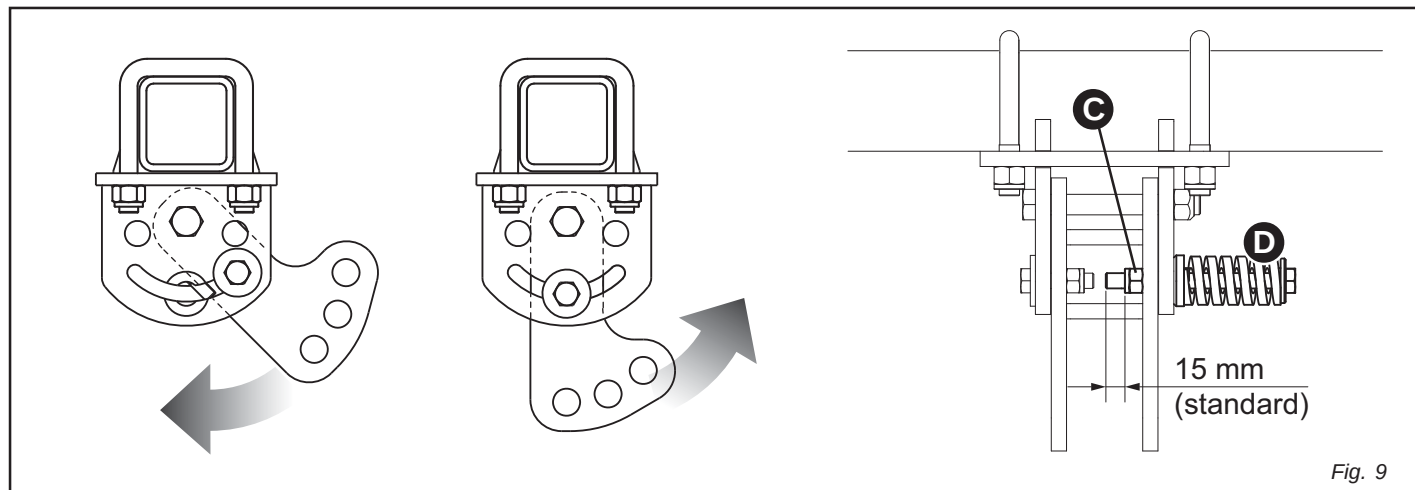

Fig. 9
La falciatrice è dotata di un dispositivo di sicurezza contro gli ostacoli. Quando, a causa di un urto, si sgancia, arrestarsi senza sollevare la barra. Controllare che l'albero cardanico non si sia danneggiato, fare retromarcia, finché il dispositivo di sicurezza si riaggancia. Se questo si dovesse sganciare con troppa facilità, regolare la molla (C) tramite il dado (D) stringendolo di mezzo giro per volta. (Fig. 9)